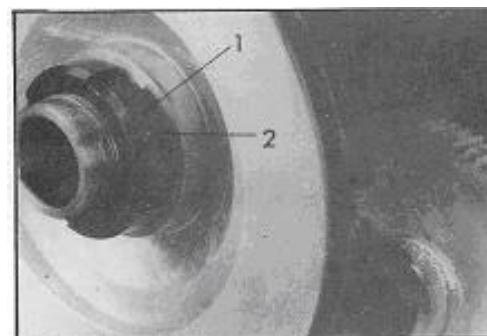

Рис.24
Освободите резьбовой штифт (1, Рис.24). Осторожно вытащите гайку с канавкой (2), используя специальный ключ.